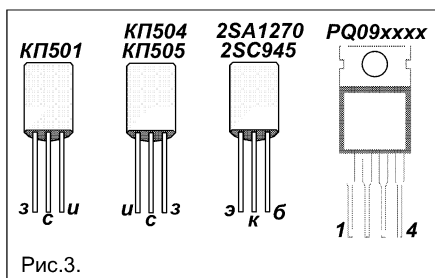

Рис.3.
– SRP300K, 1N5400 – 1N5408, КД226, КД257. Также подойдут диоды Шоттки, например, 1N5822, SR360, SK24, SK25. Диоды 1N4001 можно заменить любыми из 1N4002 – 1N4007, UF4001 – UF4007, 1N4933 – 1N4937, КД243, КД247, КД208. Стабилитроны 1.5KE10CA можно заменить на Д815Д. Вместо транзистора 2SA1270 подойдёт любой из серий 2SA992, SS9012, SS9015, BC557, КТ6112, КТ3107. Транзисторы 2SC945 можно заменить любыми из серий 2SC3199, 2SC815, 2SC1815, 2SC1845, BC547, SS9014, КТ3102, КТ645, КТ6113. Вместо полевого транзистора КП501Б подойдёт любой из серий КП501, КП5046 КП505 или импортный ZVN2120, BSS88, BSS295, желательно подобрать экземпляр с возможно меньшим пороговым напряжением открывания. Перечисленные транзисторы имеют отличия в типах корпусов и цоколёвке выводов. Цоколёвка некоторых перечисленных транзисторов показана на рис. 3. Вместо микросхем PQ09RE11 можно установить любые из серии PQ09****, например, PQ09RD11, PQ09RF11. Микросхемы устанавливают на теплоотводы, площади охлаждающей поверхности которых должно быть достаточно, чтобы при максимальной нагрузке корпусы микросхем не нагревались более чем на 65 гр.С. Микросхемы, выполненные в изолированном корпусе, можно установить на общий теплоотвод. Светодиоды можно применить любого типа общего применения непрерывного свечения без встроенных резисторов, например, серий DB5-436, RL311, L-1503, КИПД21, КИПМ03.